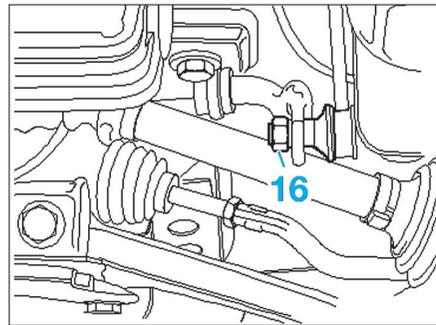

Fig. 11
- Désolidariser l'assemblage vissé gauche porte-fusée/rotule d'essieu inférieure (17) (Fig.11).